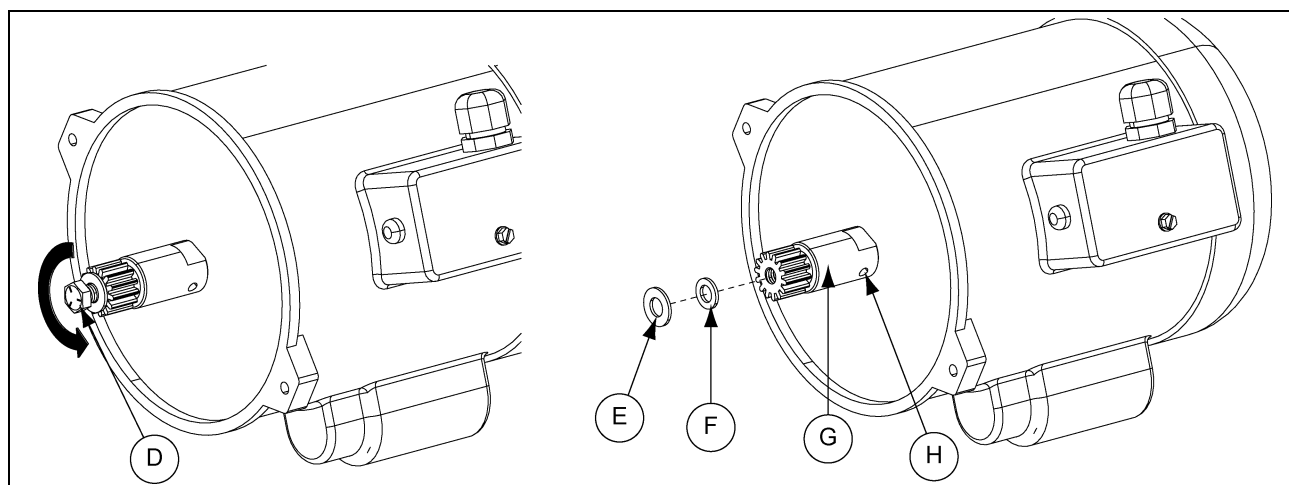

Рисунок 5U
2. Уп-установки болт (D) от вала шестерни. Снимите шайбы (Е и F) и установочный винт (H) от вала-шестерни (G). (Смотрите рисунок 5U.)